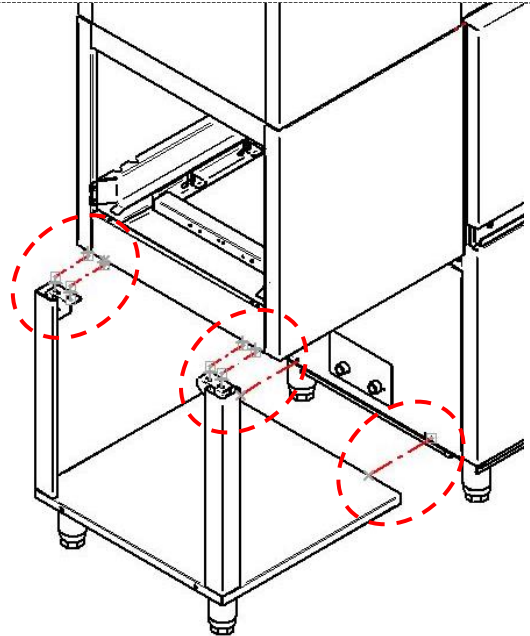

Imagen 9.- Amarrar la bandeja a la máquina
- La bandeja dispone de unos agujeros que se amarran a la parte inferior del panel lateral. El amarre pata se amarra al fondo del túnel de secado. **Ver imagen 9.**